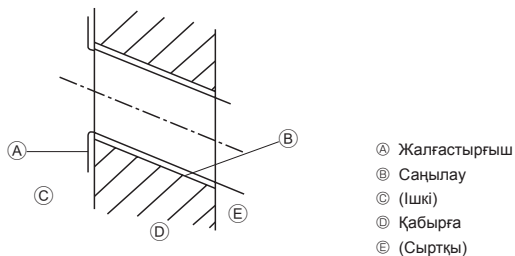

Fig. 3-3
- А Орнату тақтасы ①
3.2.2. Құбырлар ойығын бұрғылау (Fig. 3-3)